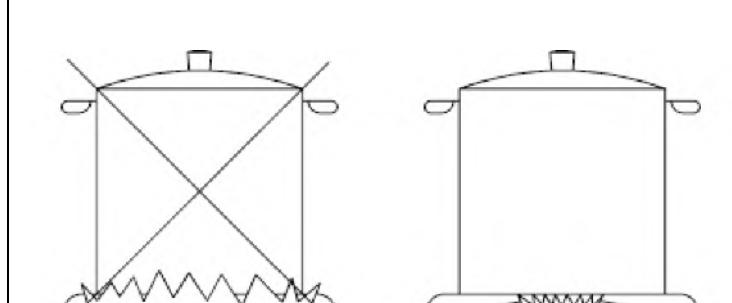

FIG. 2
- Utiliser casseroles adaptés pour chaque foyer (voir le tableau suivant et la fig. 2).